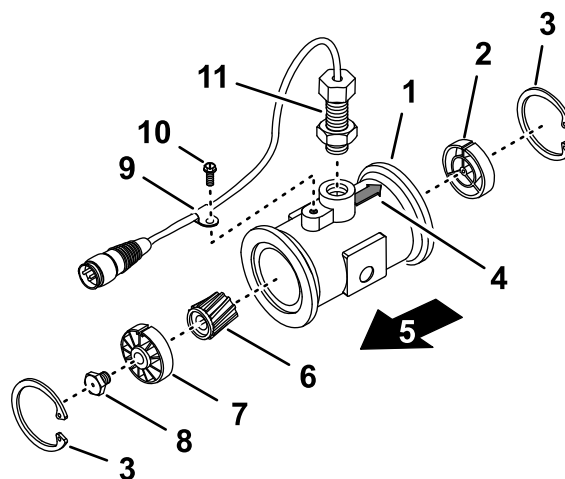

Figura 111
3. Retire el anillo de sujeción del lado “aguas arriba” (Figura 111).